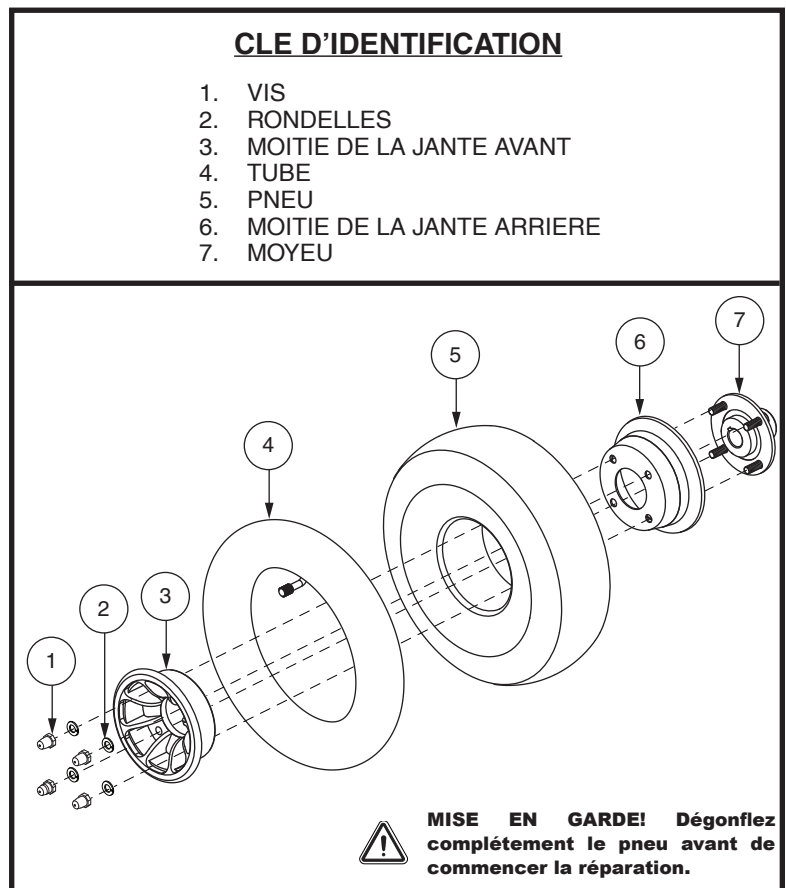

Figure 30. Roue pneumatique motrice démontée/montée
6. Retirez les vis et séparer les moitiés de la jante. **Voir la figure 30.**
7. Retirez le vieux tube du pneu et le remplacer par un nouveau tube. **Voir la figure 30.**
9. Glissez la nouvelle roue en place. Assurez-vous que la clef est bien ancrée dans la rayure de clef. **Voir la figure 30.**